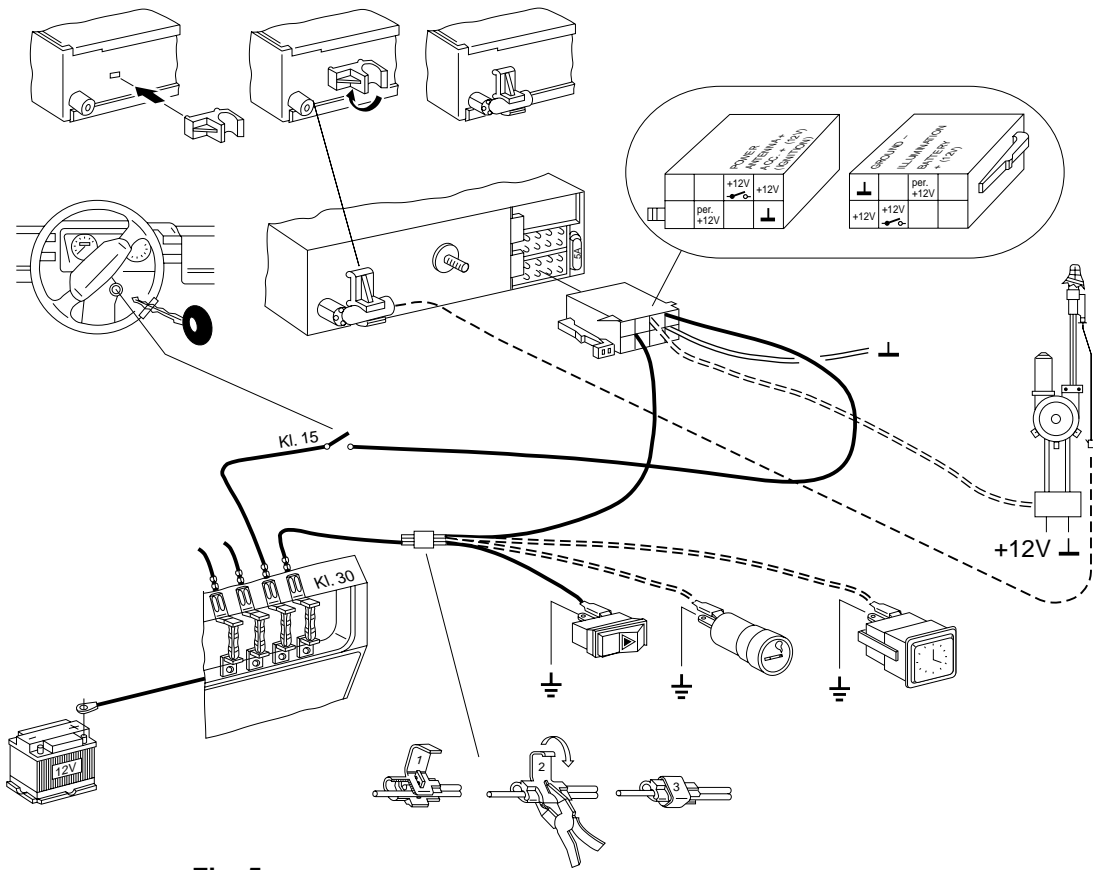

Fig. 5
Plus-/Minus-Anschluß Fig. 5
- Plus/minus connection fig. 5
- Positive/negative-Raccordement fig. 5